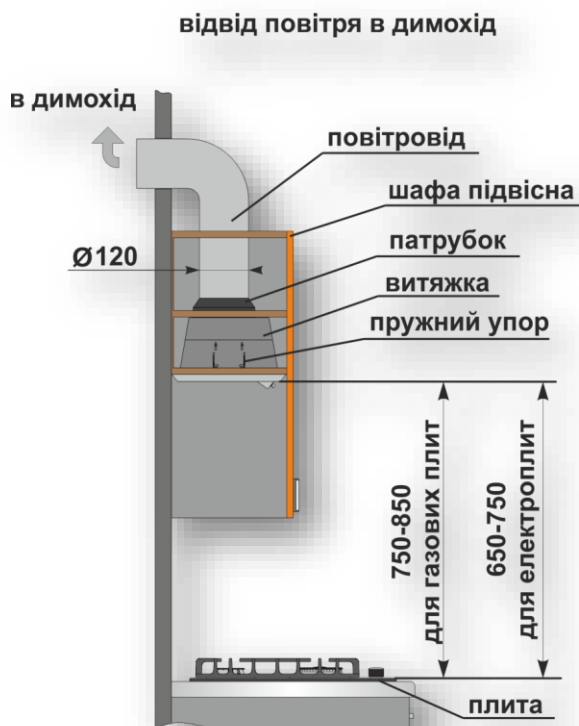
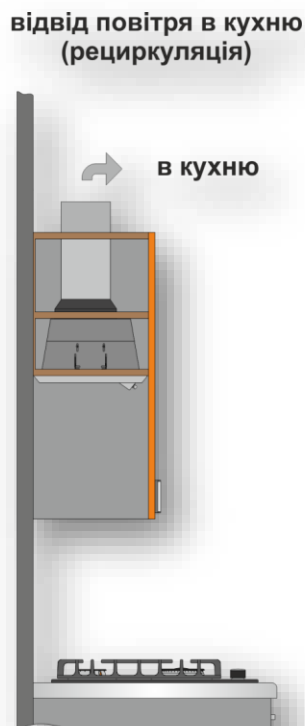

Рис.1
Рис.2
(в комплекті) та запахопоглинальний вугільний **(купується окремо)** фільтри і повертається назад в кухню – **(рис.2).**
1.11 Увага! Витяжка монтується на стіні над електроплитами на висоті **650-750мм**, а над газовими плитами на висоті **750-850мм** від робочої поверхні плити **(рис.1).**
4.5 При монтажі витяжки на необхідній наставній висоті **H** над плитою (**рис.1**) для відводу повітря в димохід використовувати повітровід **Ø150 - Ø120мм**. Менший діаметр створить додатковий опір повітрю, що призведе до збільшення шуму і вібрації, а також до перегріву двигуна.
- в режимі відводу повітря в димохід (**рис.1**);
- в режимі рециркуляції (замкнутий круговий обіг повітря в кухні) (**рис.2**).
6.1 Оберіть режим роботи (рис.1 / рис.2) і місце для встановлення витяжки.